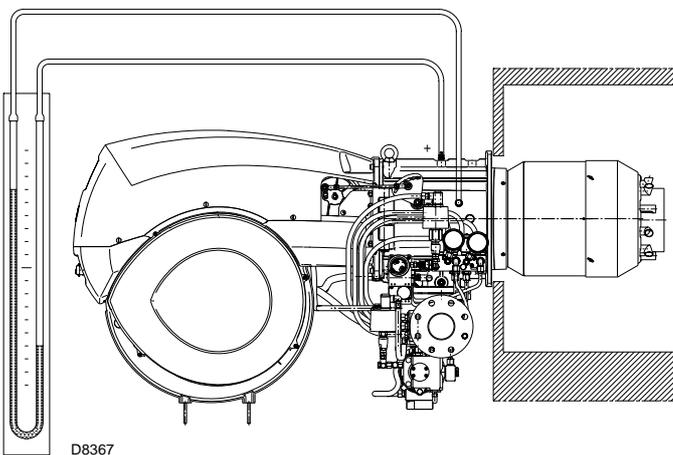

Abb. 30
- Ein U Manometer oder ein Differentialmanometer, (Abb. 30), mit Entnahmestelle (+) auf den Gasdruck der Muffe und (-) in der Brennkammer einbauen.
Das U-Rohr-Manometer zeigt den Gaseintritt an der Muffe an (Abb. 30).